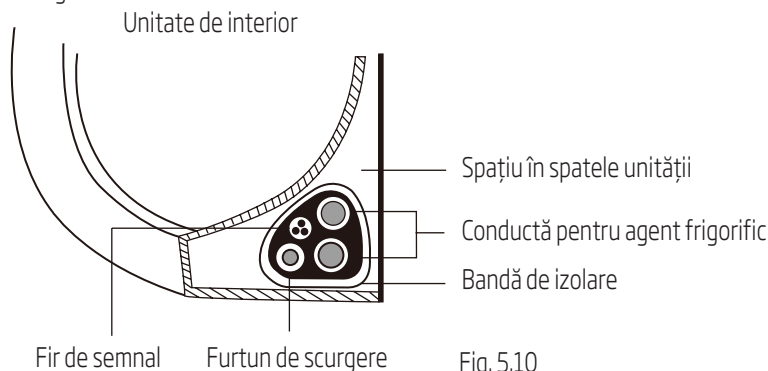

Fig. 5.10
1. Strângeți în mănunchi furtunul de scurgere, conductele pentru agentul frigorific și cablul de semnal conform Fig. 5.10.
3. Înfășurați cu bandă de izolare firul de semnal, conductele pentru agent frigorific și furtunul de scurgere strâns împreună. Verificați din nou dacă toate elementele sunt strânse în mănunchi, în conformitate cu Fig. 5.10.